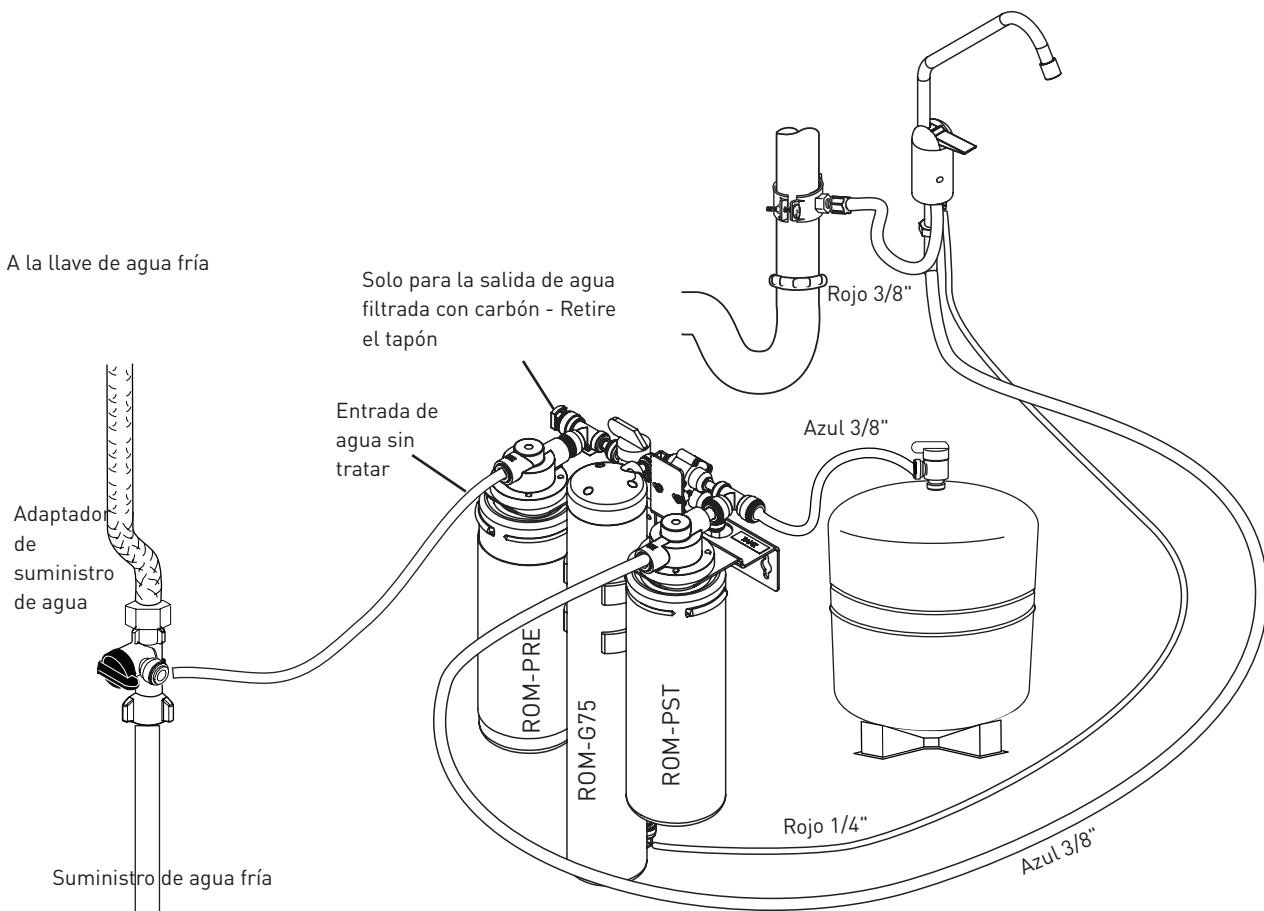

Figure 20
1. Inserte la tubería azul 3/8" de la llave de agua. Vea Figure 20. La tubería no deberá tener curvas peligrosas ni dobles que restrinjan el flujo de agua. Corte la longitud según sea necesario. Ponga una marca a 3/4" (1.9 cm) del extremo de la tubería.